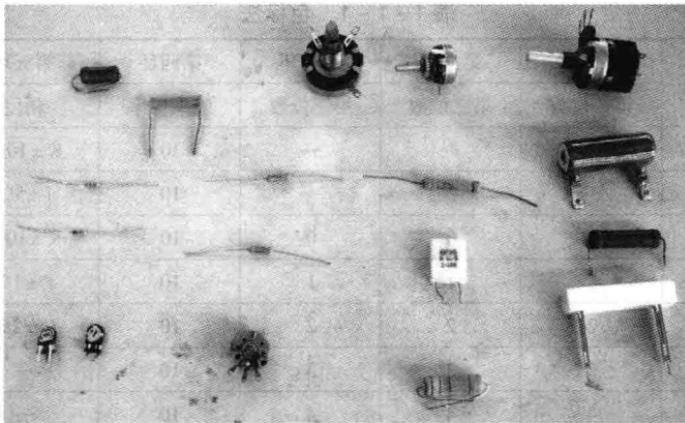

图 1-1-1 电阻器、电位器的外形
(1) 按结构形式可分为一般电阻器、片形电阻器、可变电阻器(电位器)。电阻器、电位器的外形如图 1-1-1 所示。